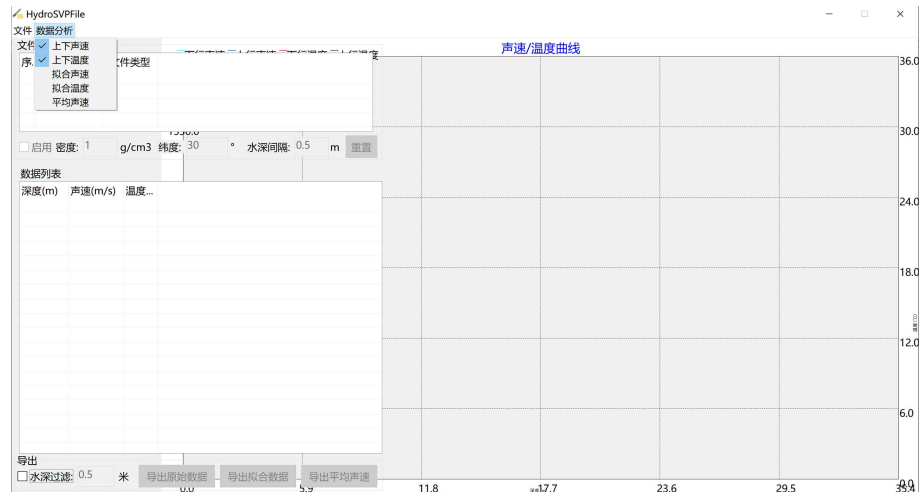

图 11.24 数据分析
(3) “数据分析”可以查看声速剖面文件“上下声速”、“上下温度”、“拟合声速”、“拟合温度”、“平均声速”。如图 11.24 所示。